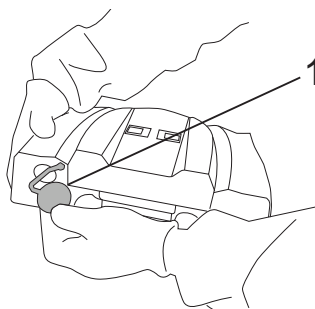

Fig.26
- Снимите пробку бака грязной воды (рис. 26 - поз.1).